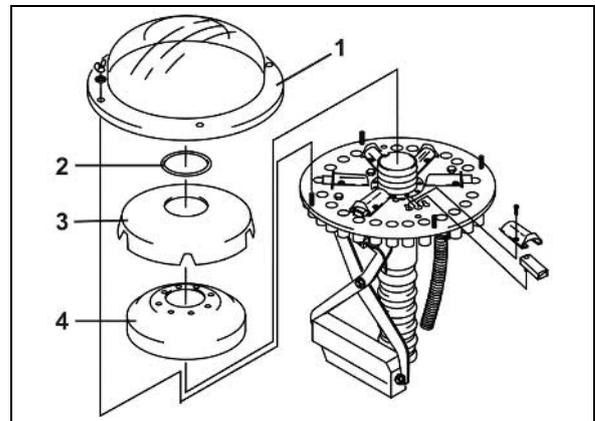

Fig. 143
3. Démontez le capot externe du distributeur (Fig. 143 / 1).
4. Démontez la bague (Fig. 143 / 2).
5. Démontez le capot interne du distributeur (Fig. 143 / 3).